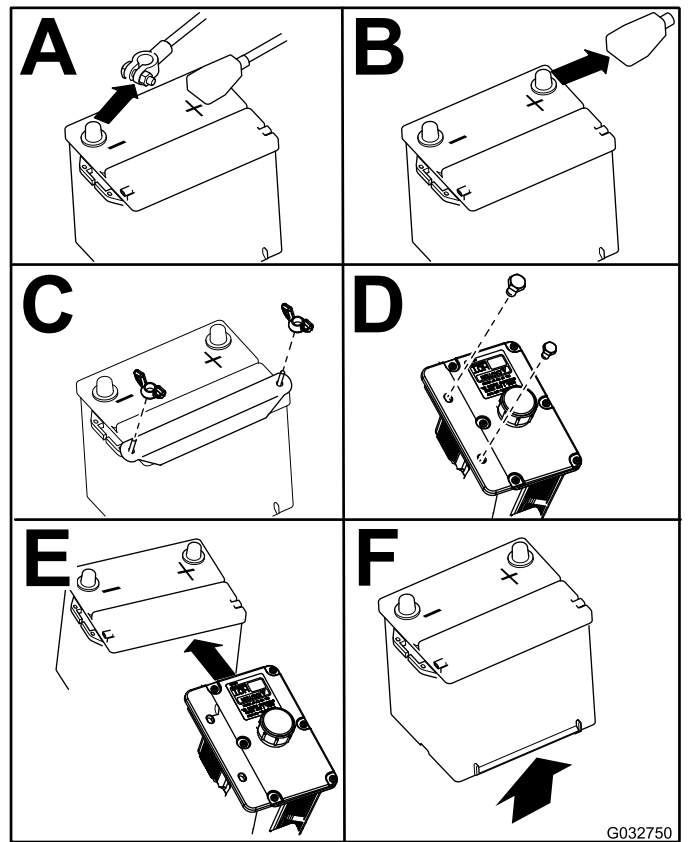

Figura 67
4. Retire la batería según se muestra en la Figura 67.